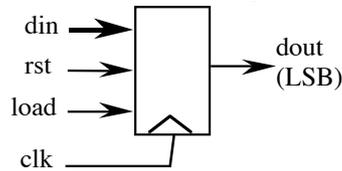

figure 5
- Registre à décalage 9 bits avec reset synchrone, load synchrone, décalage à droite (figure 5).